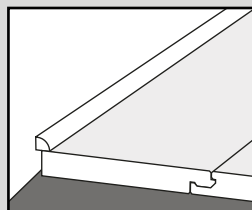

Fig. 7
9. Una vez instalado el suelo, retire los separadores y barra el suelo con un cepillo suave. Fije los rodapiés/zócalos o la tira embellecedora pertinente (obténgala de su distribuidor local) para cubrir las juntas de dilatación. Deberán fijarse a la pared y no al suelo, de manera que el producto tenga libertad de dilatación (fig. 7 y 8).